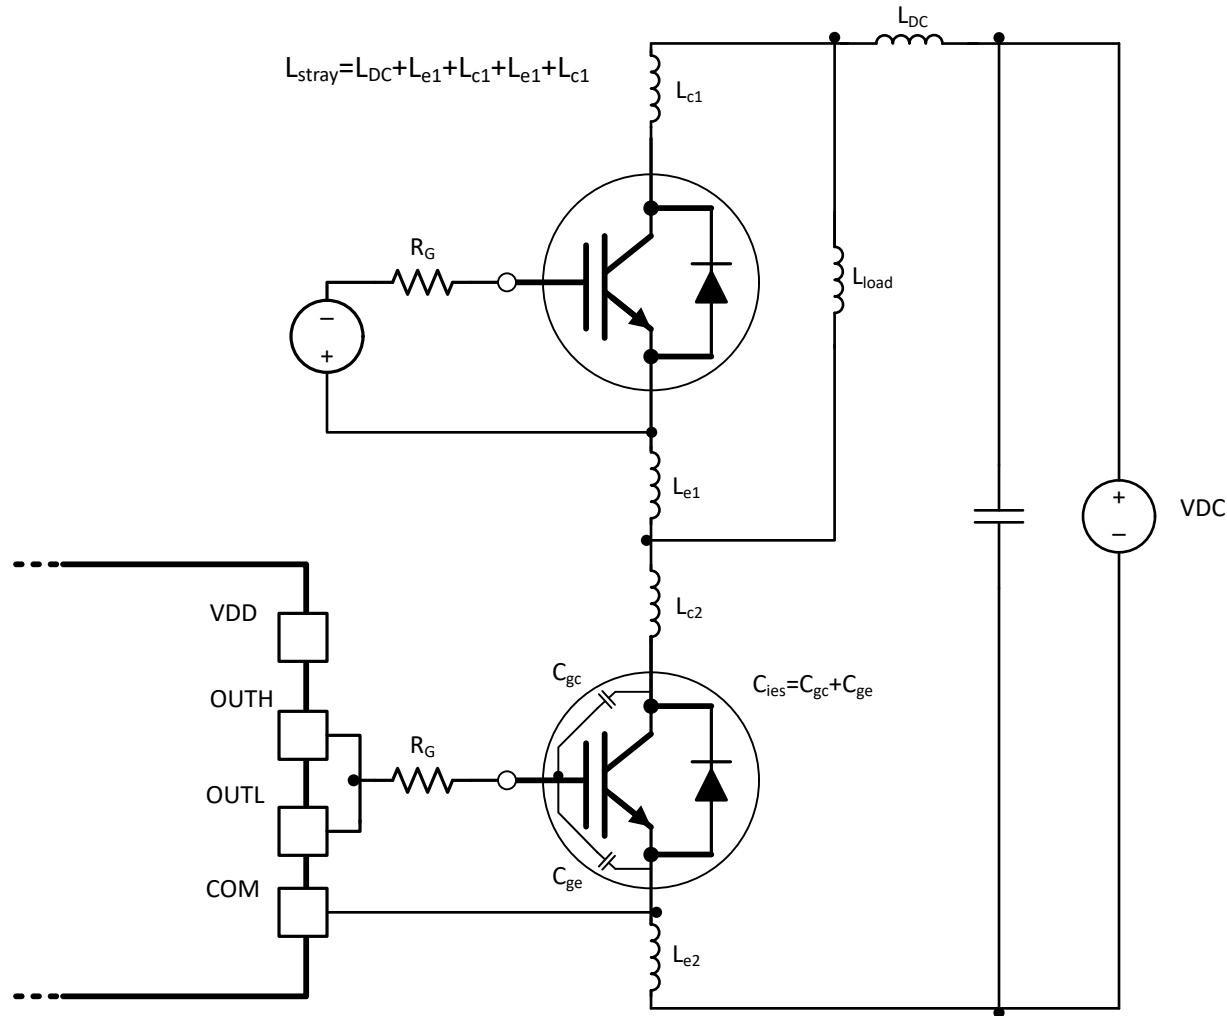

図 8-6. ハーフブリッジ構成における IGBT の浮遊寄生インダクタンス
- L_{stray} は、図 8-6 に示すように、電源スイッチング ループの浮遊インダクタンスです